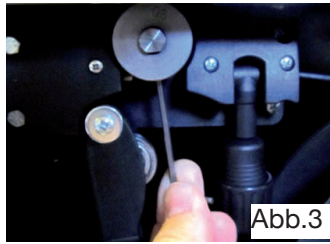

Abb.3
- Sicherstellen, dass die Vorschubrolle die für den verwendeten Drahttyp und Drahtdurchmesser geeignete Position hat. Zum Ausbauen der Rolle den flachen Teil des Rollenhalterzapfens nach unten ausrichten, damit der Schlüssel in die Befestigungsschraube eingeführt werden kann. Dann die Schraube ausschrauben und die Rolle herausziehen. Die Rolle so wieder einbauen, dass die Rille dem verwendeten Draht entspricht; siehe Abb. 3 und 4.